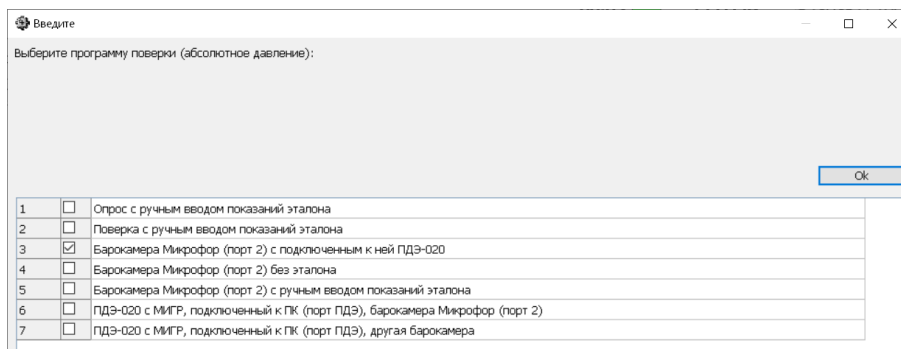

Рисунок 16 – Выбор режима поверки ИВА-6 по атмосферному давлению.
9.3.2. Программа предложит выбрать режим проведения поверки (Рисунок 16). Режимы отличаются способом подключения эталонного преобразователя давления ПДЭ-020И. При поверке с использованием другого эталона абсолютного давления следует выбрать программу с ручным вводом показаний эталона. Следует выбрать только одну строку: